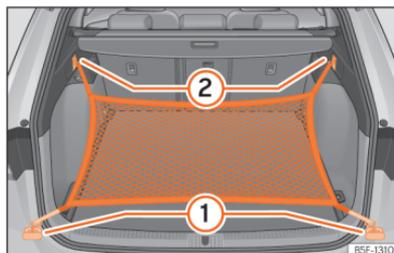

Fig. 193 Na bagageira: argolas ① e ganchos ② para fixar o saco de rede.
- Fixe os ganchos curtos da rede nas argolas de fixação »» Fig. 193 ① »» ⚠. O fecho de correr do saco deve ficar voltado para cima.
- Fixe as fitas nos ganchos para prender sacos ②.